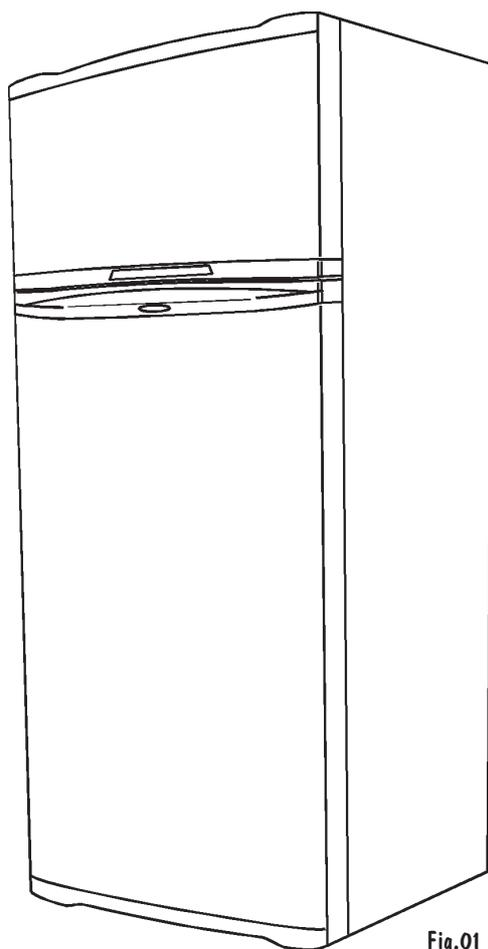

Fig.01
**Este modelo possui nova característica estética, onde suas Portas e Cabeceiras tem o formato em arco, acompanhando as tendências de mercado (Fig.01).**